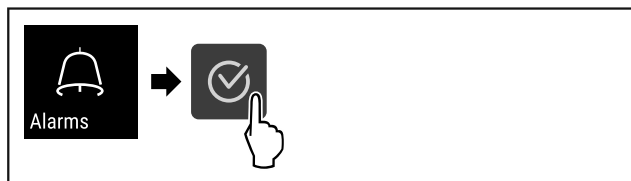

Fig. 125
- ▶ Eseguire i passi (vedere Fig. 125) .